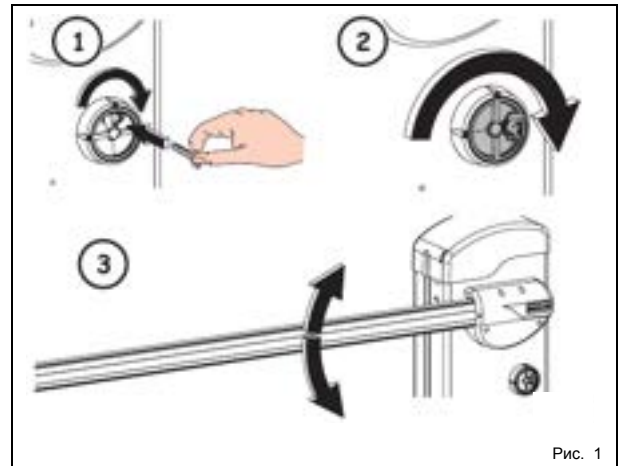

Рис. 1
- Ключ отпирающего механизма вставить в замочную скважину (рис. 1, поз. ①) и повернуть по часовой стрелке до упора.
- Повернуть отпирающий рычаг (рис. 1, поз. ②) до упора по часовой стрелке.
- Вручную повернуть стрелу (рис. 1, поз. ③).